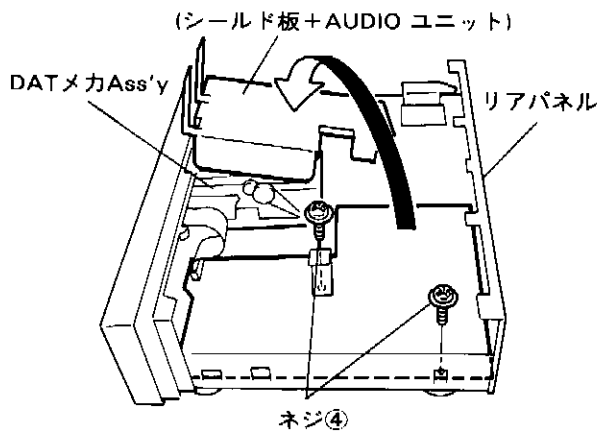

図 4
7. メインユニットのネジ④ (2個) を外す。
9. さらにメインユニットを持ち上げながら、No. 6で外した (シールド板+AUDIO ユニット) をDATメカAss'yの上に載せる。(図4参照)